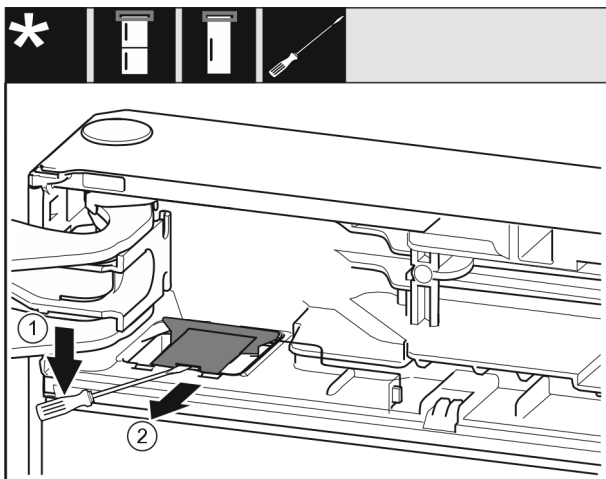

Fig. 7
- Plochým skrutkovačom odistite kryt a zdvihnite ho. Fig. 7 (1)
- Vyberte kryt. Fig. 7 (2)